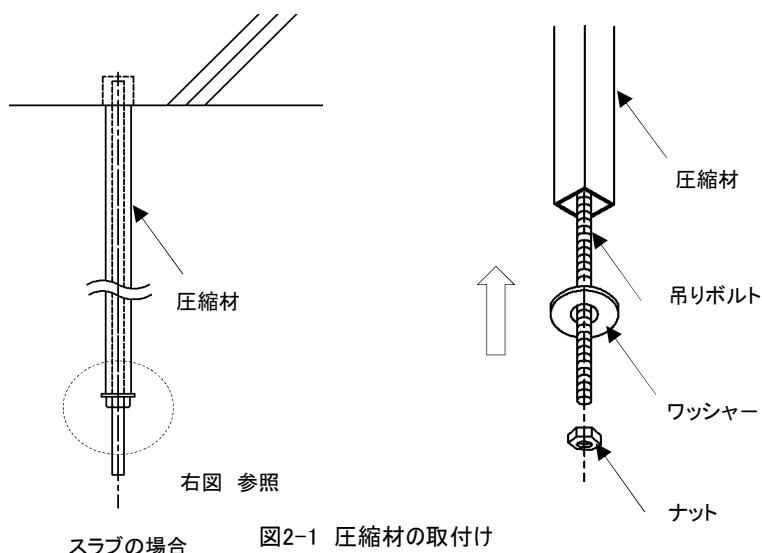

図2-1 圧縮材の取付け
- ・耐風圧に対応した適切な圧縮材を取付ける。(図2-1参照)